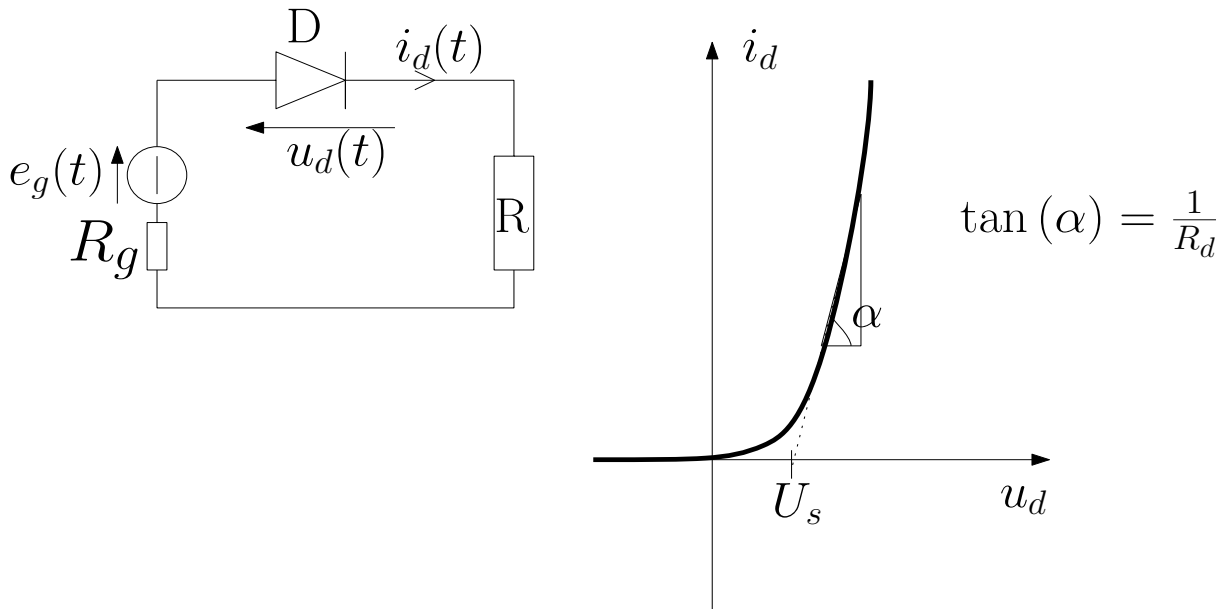

FIGURE 1 – Montage série à diode et résistance.
- Proposer un protocole de tracé de la caractéristique $i_d = f(u_d)$ en dynamique (en courant alternatif) de la diode D à jonction, sur l'écran de l'oscilloscope, en utilisant le circuit de fig. 1.